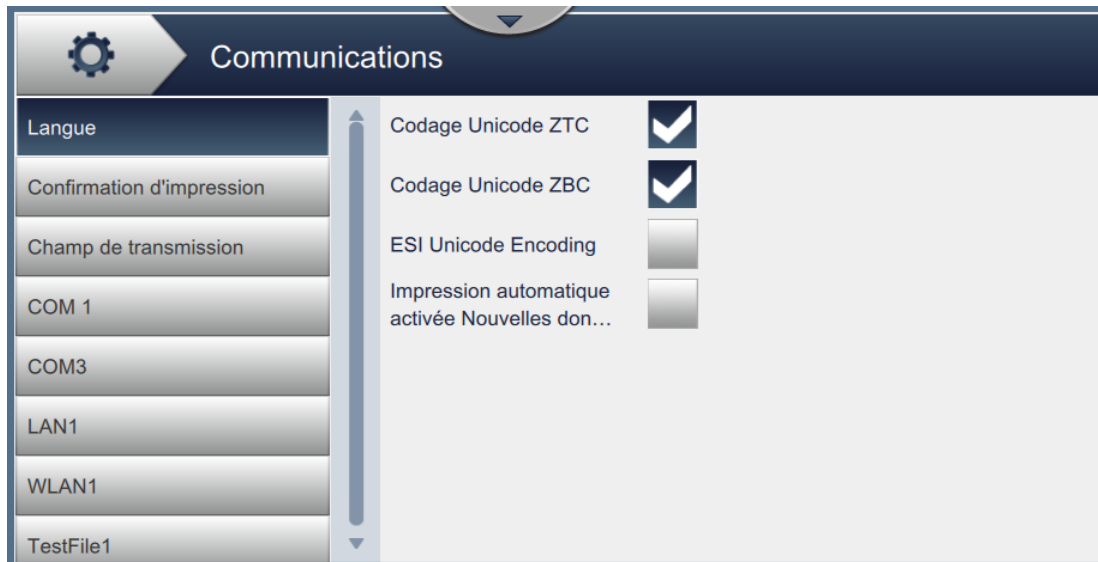

Figure 6-16 : Écran Communications
1. Appuyez sur le bouton  dans l'écran Outils. L'écran Communications s'ouvre, tel qu'illustré dans la Figure 6-16.